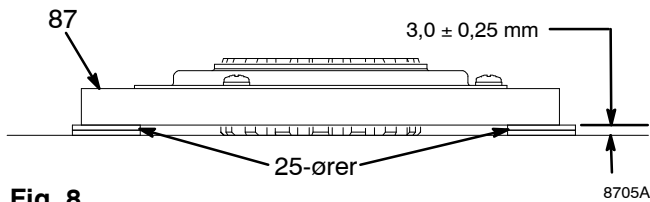

Fig. 8
1. Fig. 8. Læg to bunker med to 25-ører på en glat bænkeoverflade.
2. Læg tændspolen (87) på de to bunker.